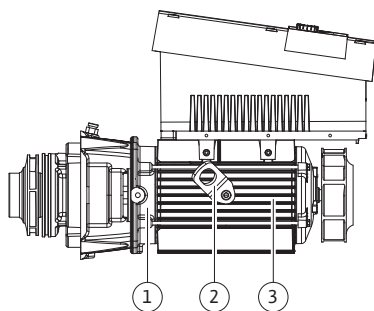

Fig. 13: Instickssats
Monteringstekniskt hör pumphjulet (fig. 6, pos. 6) och lanternan (fig. 6, pos. 7) till instickssatsen (fig. 13).
Detta görs genom att transportöglorna (fig. 13, pos. 2) avlägsnas från motorflänsen (fig. 13, pos. 1), flyttas till motorhuset och fästs på motorhuset (fig. 13, pos. 3) med samma skruvar.